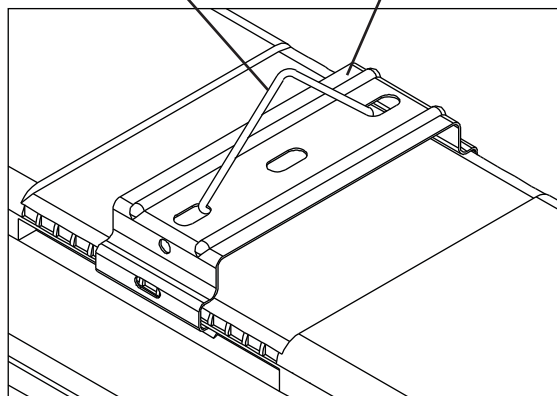

Figure 4
4. Lift fixture housing (1) to mounting brackets (6) and snap in place. **See Fig. 4.** Confirm fixture is securely mounted.
6. Install wire support arms to mounting brackets (6) by snapping into oval slots. **See Fig. 4**
7. Snap mounting bracket (6) onto back of fixture housing. **See Fig. 4**
4. Soulever le boîtier du luminaire jusqu'aux supports de montage et l'enclencher dans chaque support. Voir la figure 4. L'appareil est maintenant en place. Confirmer que le luminaire est bien monté et fixé.
4. Levante la caja de la luminaria los soportes de montaje y cierre a presión. Vea Fig. 4. Luminaria esta asegurada. Asegúrese de que el equipo esté bien montado.
6. Installer les ferrures de soutien aux supports de montage en les enclenchant dans les encoches ovales. Voir la figure 4.
7. Enclencher le support de montage au dos du boîtier de l'appareil. Voir la figure 4.
6. Instale los brazos sostenedores del alambre a los soportes de montaje cerrándolos de golpe en las ranuras ovaladas.- Vea Fig. 4
7. Cierre a golpe el soporte de montaje a la parte trasera de la caja de la luminaria. Vea Fig. 4.